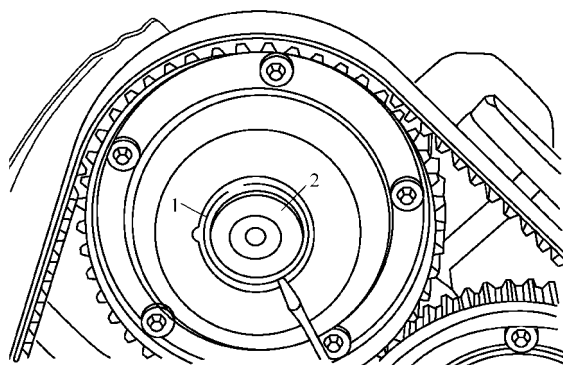

图 1-3-44 将所有凸轮轴齿轮上盖罩 2 的卡环 1 撬出
(12) 如图 1-3-44 所示, 将所有凸轮轴齿轮上盖罩 2 的卡环 1 撬出。